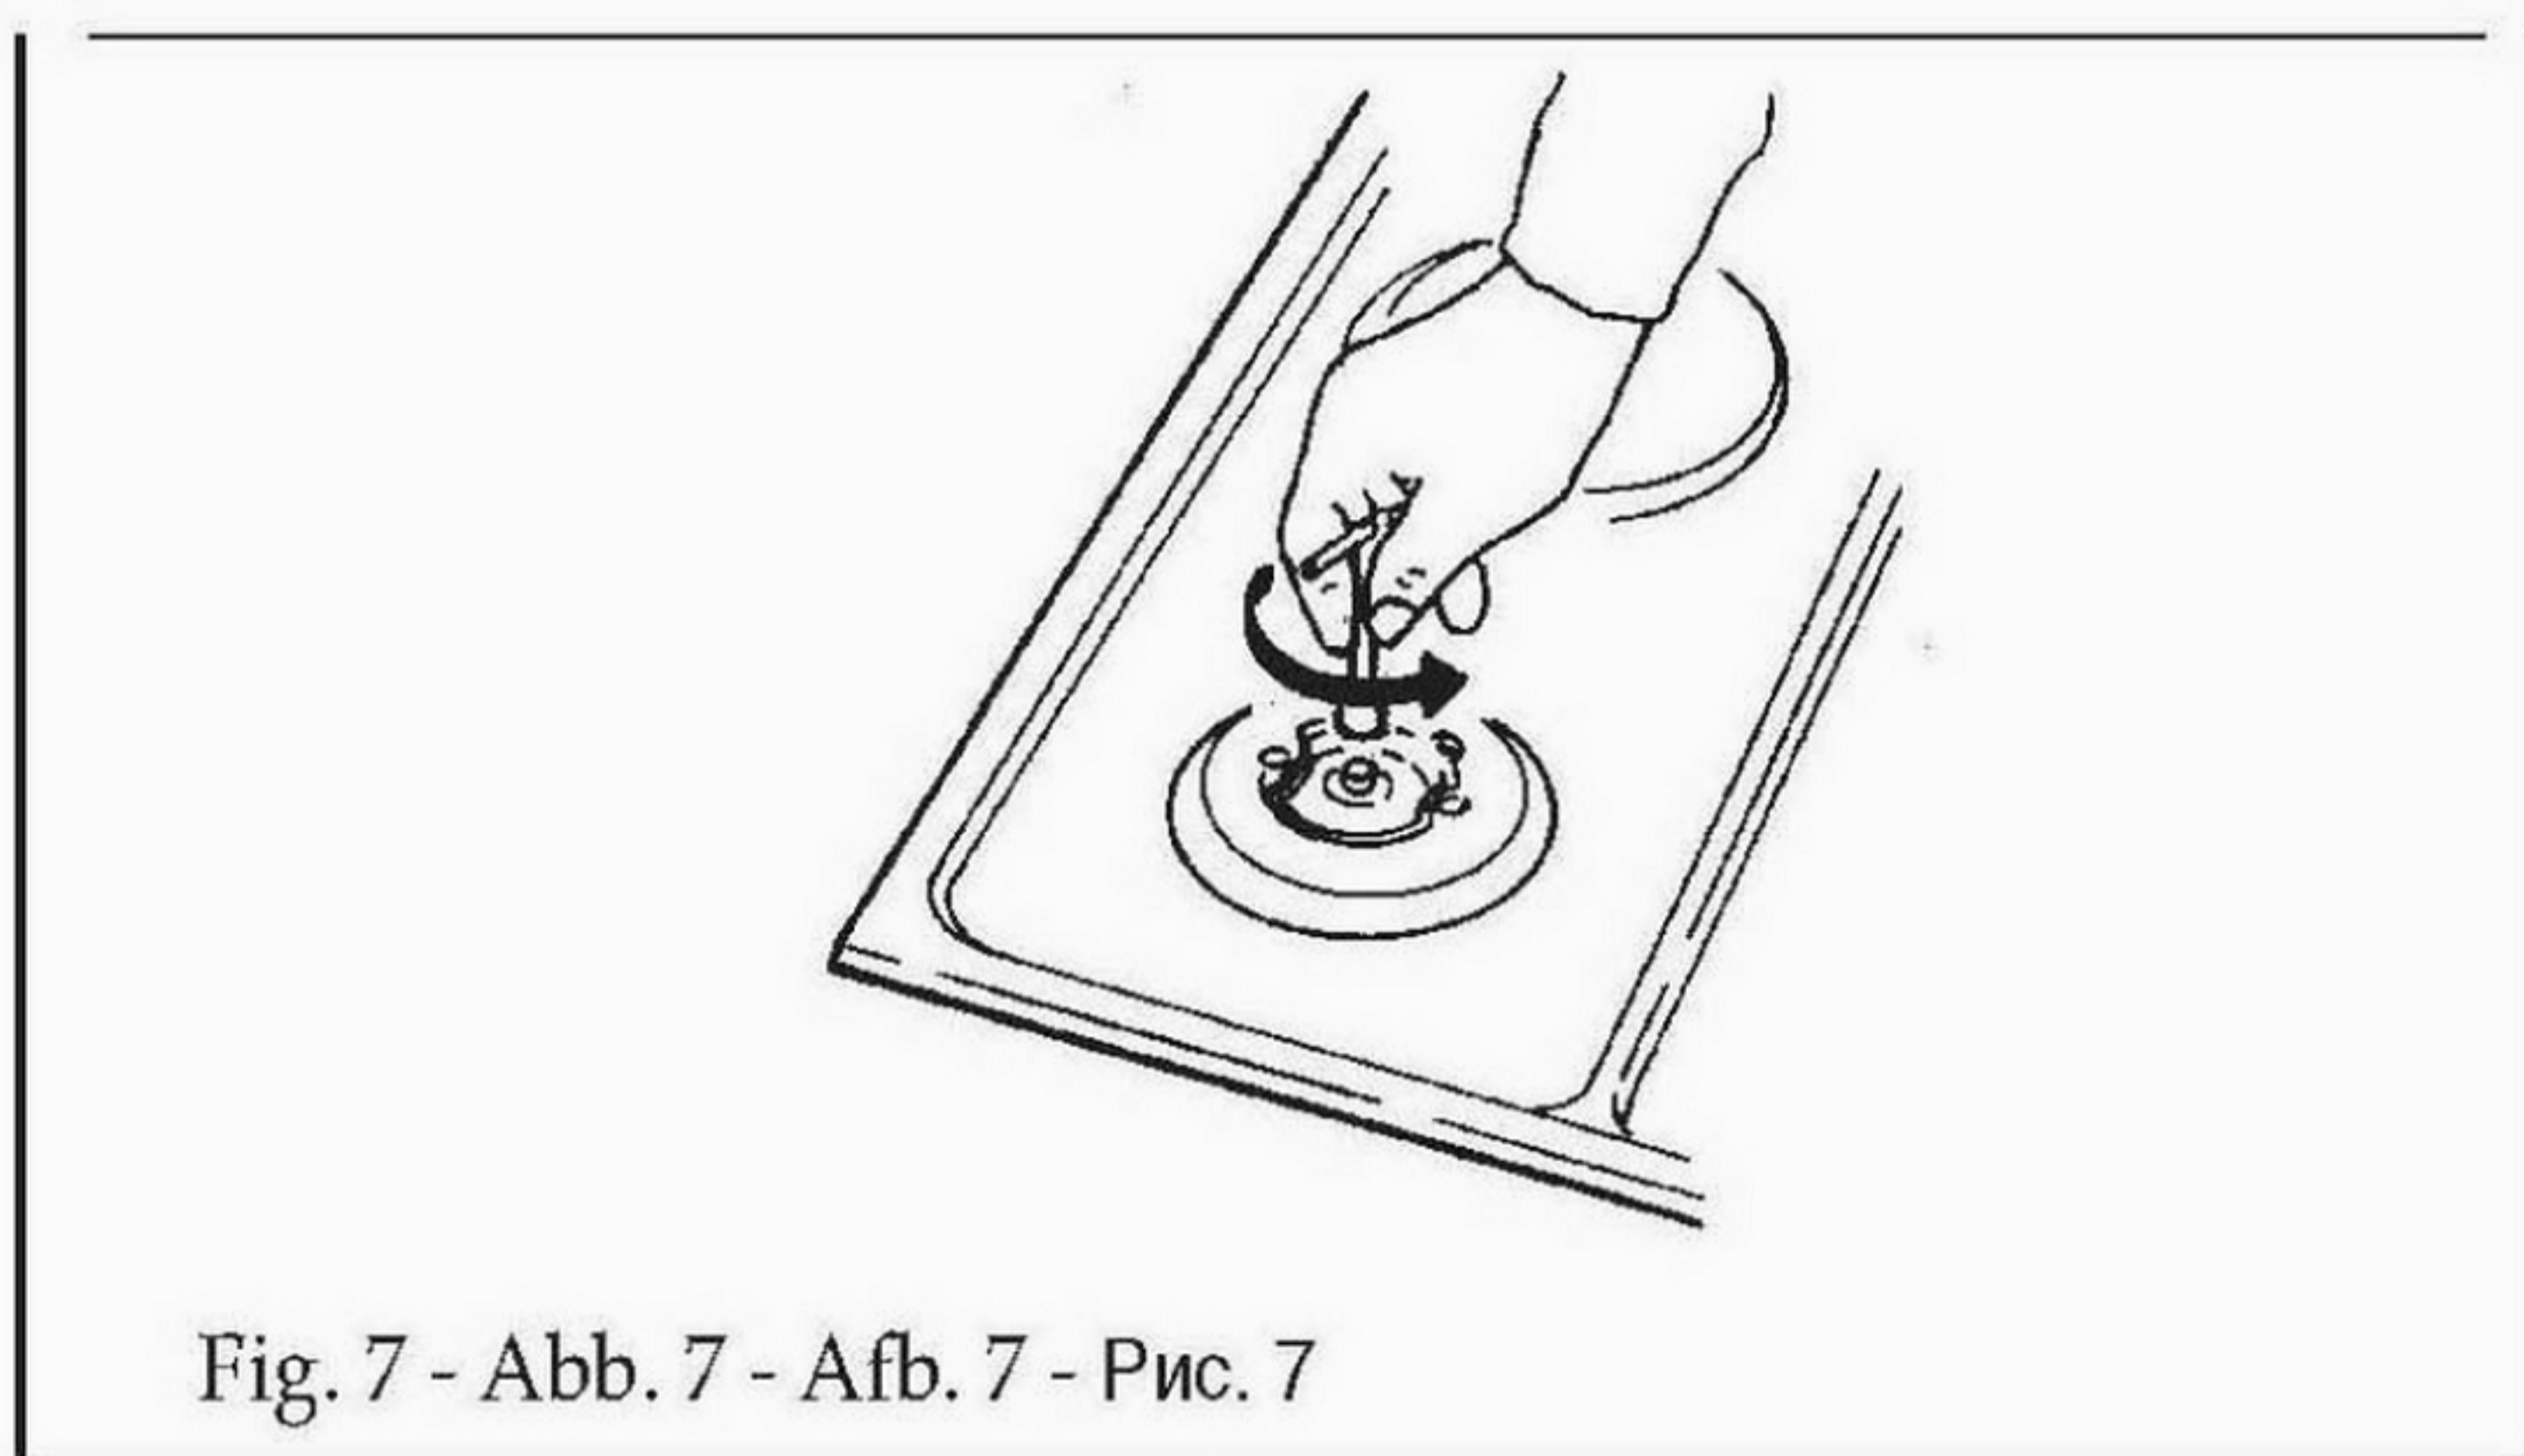

Fig. 7 - Abb. 7 - Afb. 7 - Рис. 7
(Fig. 7) Se l'apparecchiatura risulta predisposta per un diverso tipo di gas da quello di alimentazione disponibile, si deve procedere:
- alla sostituzione degli iniettori (Fig. 7) con i corrispondenti al tipo di gas da utilizzare (vedi tabella "Caratteristiche utilizzatori").
(Fig. 7) Should the appliance be pre-set for a different type of gas than that available, proceed as follows:
- replace the injectors (Fig. 7) with the corresponding type of gas to be used (see table "Uses characteristics").
(Fig. 7) Si l'appareil prévoit un type de gaz différent de celui d'alimentation disponible, on doit procéder:
- à la substitution des injecteurs (Fig. 7) avec ceux correspondants au type de gaz qu'il faut utiliser (voir tableau "Caractéristiques utilisateurs").
(s. Abb. 7) Wenn das Gerät für einen anderen Gastyp als der vorhandene ausgelegt ist, ist folgende Vorgehensweise durchzuführen:
- die Düsen (s. Abb. 7) mit den für den vorhandenen Gastyp bestimmten Düsen (siehe Tab. "Technische Daten") ersetzen:
(Fig. 7) Si el aparato estuviera preparado para un tipo de gas diferente del de la alimentación disponible, hay que efectuar:
- la sustitución de los inyectores (Fig. 7) con los correspondientes al tipo de gas a utilizar (véase tabla "Características utilizadores").
(Afb. 7) Als blijkt dat de apparatuur uitgevoerd is voor een ander type gas dan ter plaatse beschikbaar, dient men:
- de injectoren (Afb. 7) te vervangen door degene die corresponderen met het te gebruiken gas (zie de tabel "Karakteristieken verbruikers").
(Fig. 7) No caso que o aparelho esteja predisposto para um tipo de gás diferente do gás de alimentação que utilizar, deverá proceder da seguinte forma:
- substitua os bicos (Fig. 7) com outros próprios ao tipo de gás que utilizar (veja a tabela relativa às "Características das peças a utilizar");
(Рис. 7) Если варочная панель настроена на тип газа, отличный от имеющегося, следует произвести:
- замену инжекторов (Рис. 7) на соответствующие используемому типу газа (см. таблицу "Технические характеристики").